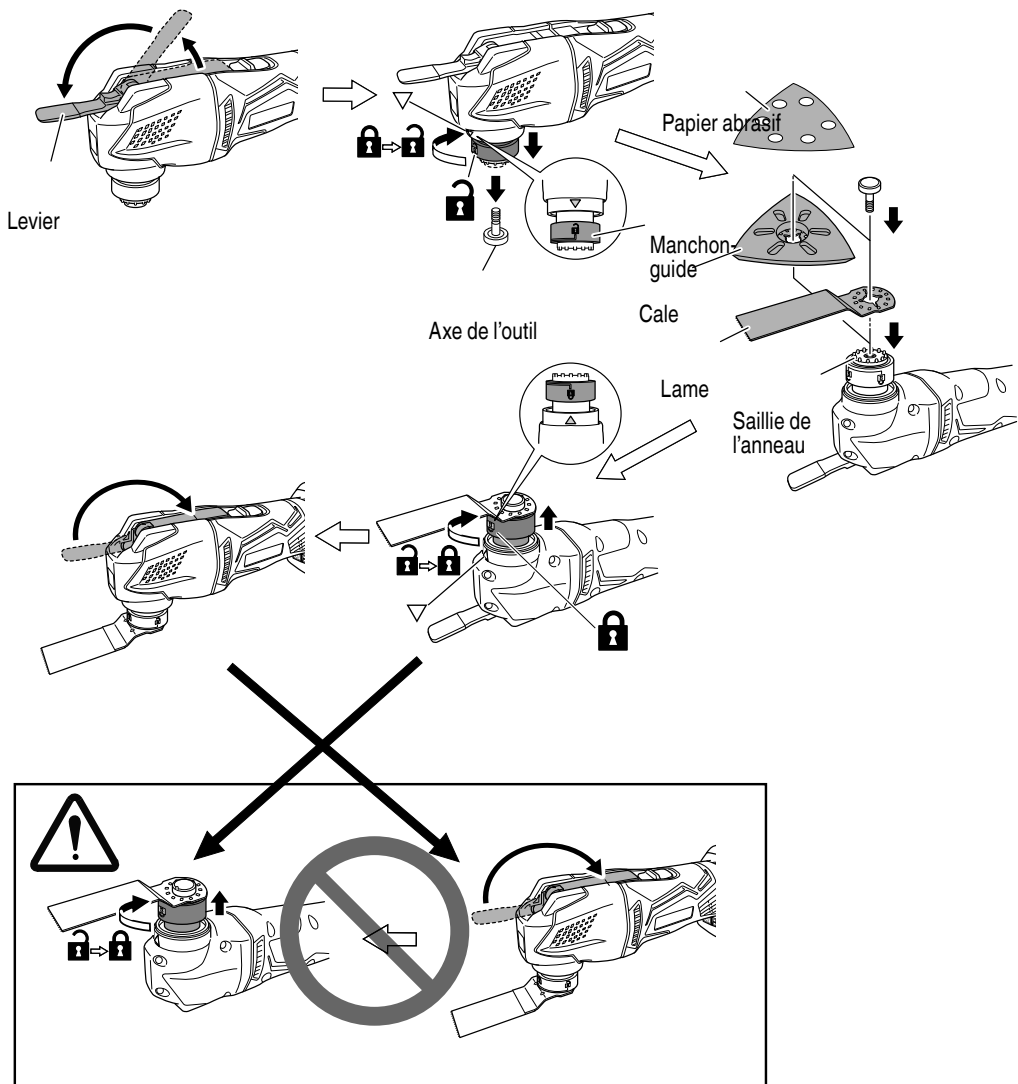

Fig. 6
5. Changement d'outils d'application (Fig. 6)